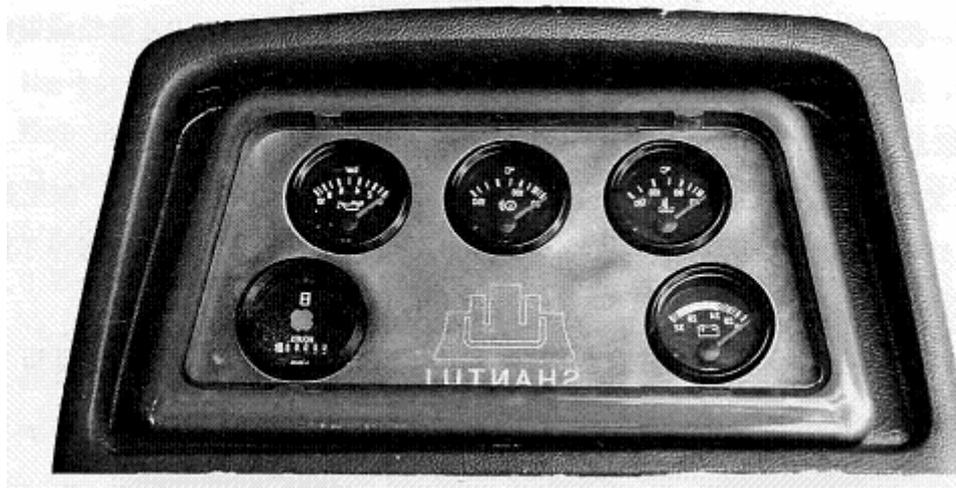

Рис. 1-14
1.6.1. Приборный щиток (Рис. 1-14)